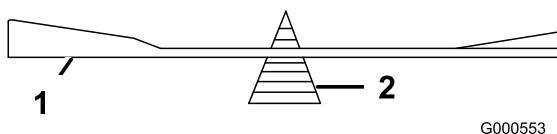

Figura 59
2. Verifique o equilíbrio da lâmina colocando-a num equilibrador de lâmina (Figura 59).